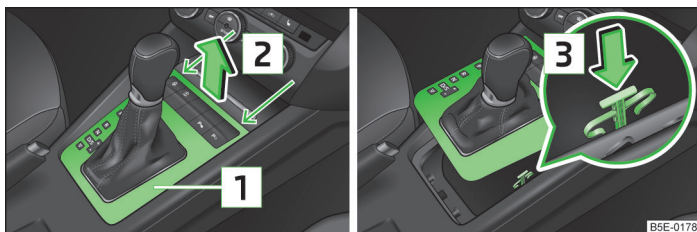

Fig. 122 Deblocarea de urgență a selectorului de viteze
- Prindeți capacul **1** în zona săgeților și ridicați-l cu grijă în sensul săgeții **2** în față și apoi în spate » fig. 122.